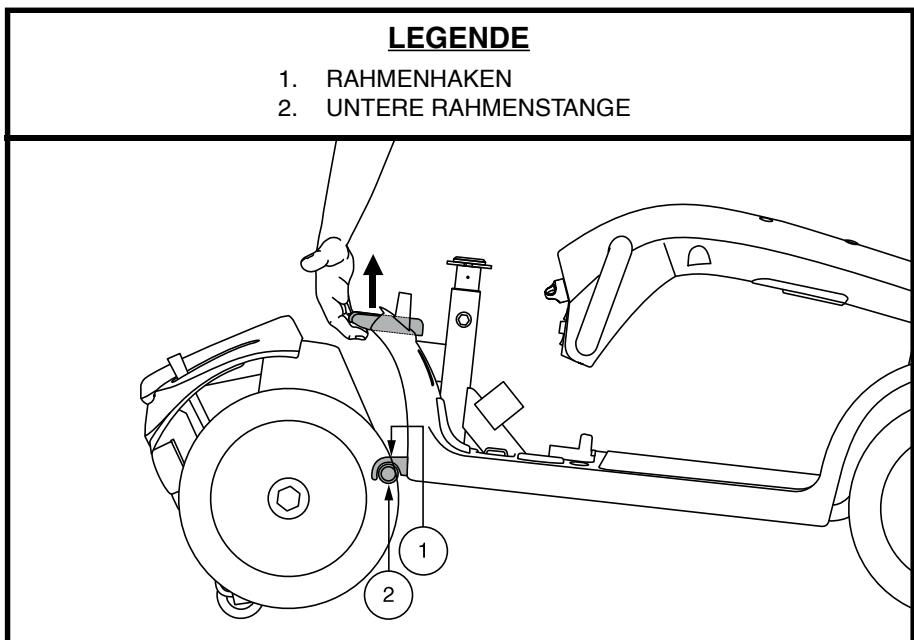

Abb. 26. Rahmenverriegelungshebel
3. Festhalten und Hochheben am Rahmenlösehebel. Siehe Abb. 26.
1. Vorder- und Heckteil Ihres Elektromobils wie in Abb. 26 dargestellt positionieren.